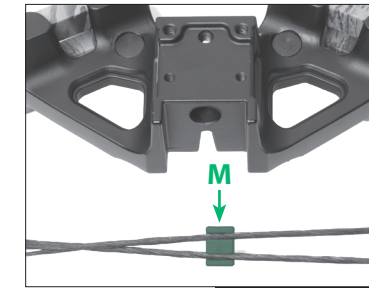

FIGURE 3
- 1a** Attachez la glissière des câbles aux câbles la glissière des câbles possède une ouverture plus grande d'un côté pour permettre de placer la glissière correctement sur le rail. (Fig. 3)